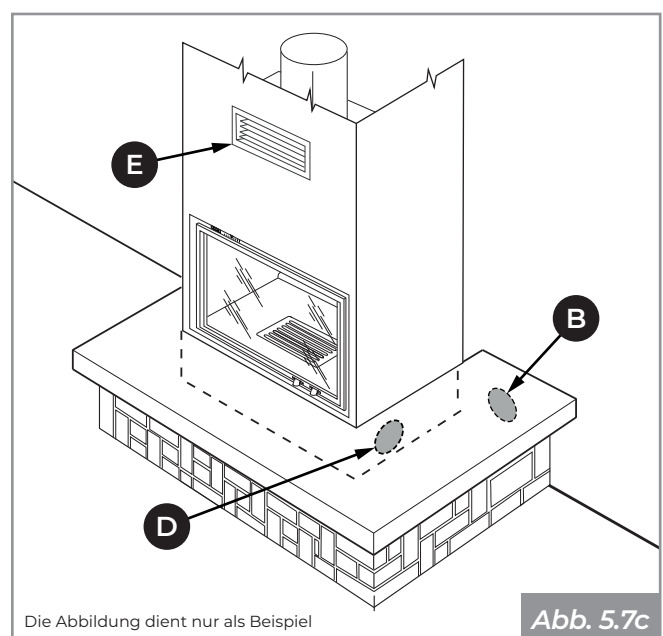

Abb. 5.7c
- **(Abb. 5.7c):** innerhalb der Verkleidung hergestellter Frischlufteinlass **(B)**.